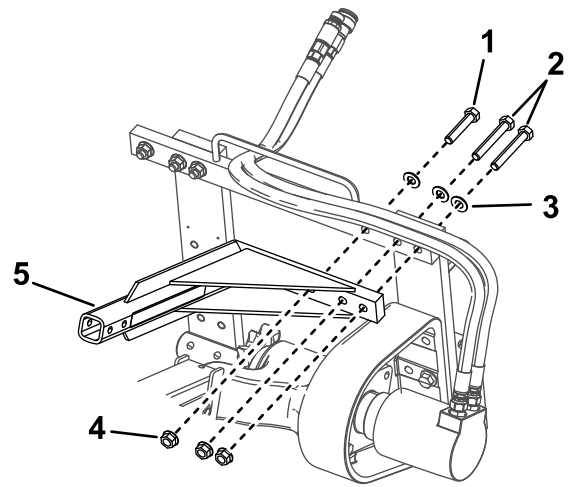

図 4
- 先ほど外した金具類を用いて、トレンチャ用安全バーを取り付ける 図 4。
- トレンチャのフレームの左上角にあるボルト、ワッシャ、フランジナットを外す 図 4。